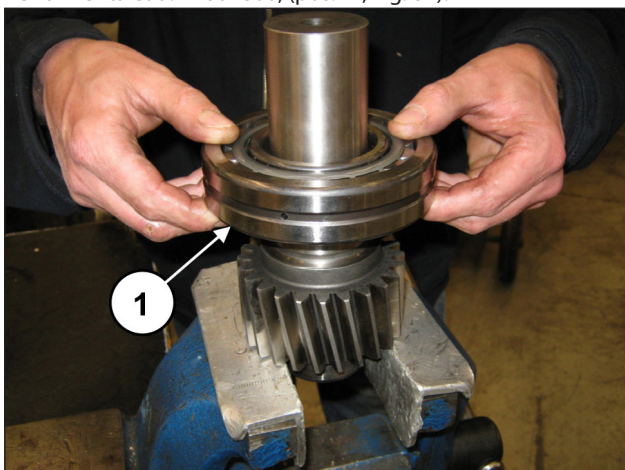
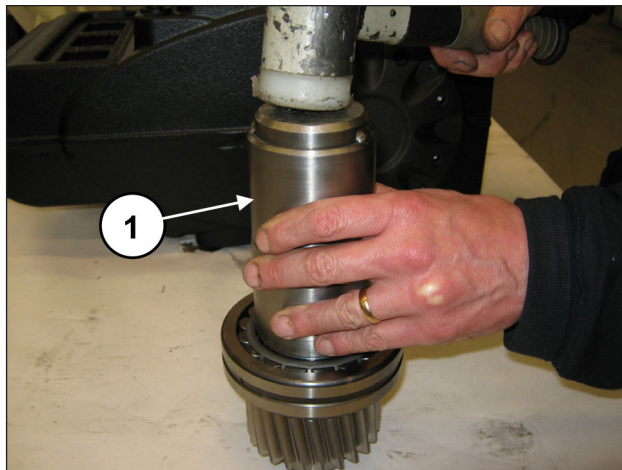

Fig. 81
Fig. 82
Desde el lado opuesto del piñón, premontar el cojinete 55x120x29 (pos. ①, Fig. 81) introduciéndolo a fondo con la herramienta cód. 27604800, (pos. ①, Fig. 82).